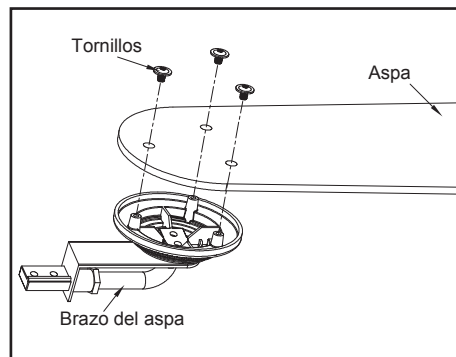

Figura 12
1. Fija un aspa a su soporte alineando los tres orificios de tornillo en el aspa con los correspondientes del soporte y asegura con los tornillos incluidos. Repite el procedimiento para las aspas restantes. (Figura 12)